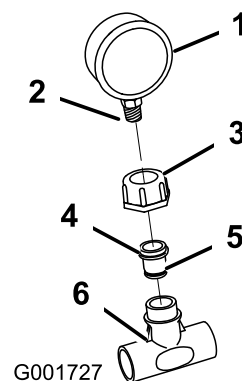

**Figura 13**
10. Sujete la válvula de control nueva al soporte usando dos tornillos (Figura 13).